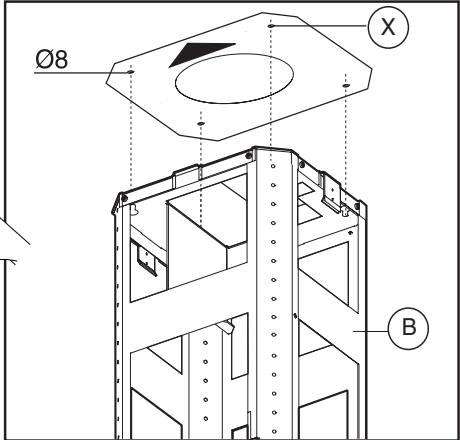

Fig.3
- Plaats de boormal op het plafond en zorg ervoor dat de pijl zich aan dezelfde kant van de bediening van het apparaat bevindt (afb.3).